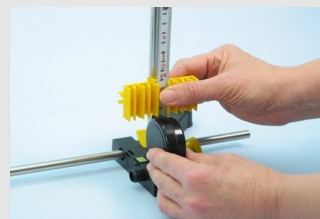

Fig. 8
7. Fija la cinta de medición en el soporte del tubo de vidrio (**Fig. 8**).